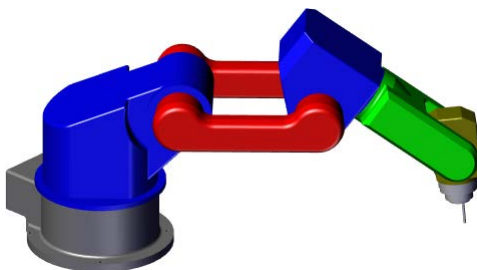

图 8-99 创建机械臂运动动画
STEP ⑤ 在交互式反转运动机构（IK）模式下（确保机械臂各个角色间链接关系正常起作用的状态下），调整机械臂各个角色的位置和旋转方向，创建机械臂的运动动画（创建时，可先调整父角色的位置，再调整子角色的位置），如图 8-99 所示。